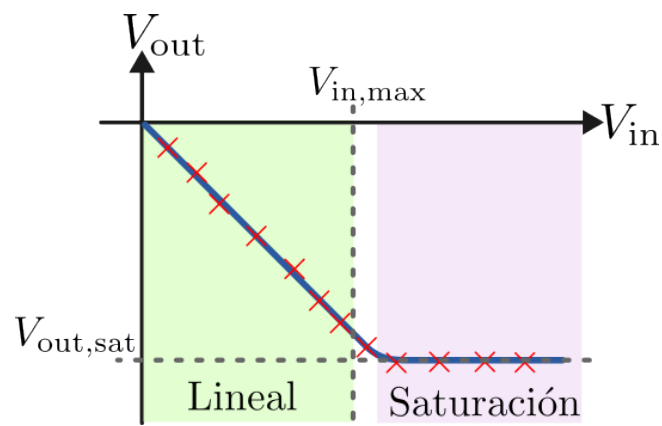

Figura 2.6
• **[P2.C3]** Identificar la región en las que el sistema opera en régimen lineal y la región donde satura, (esto se aprecia haciendo una previsualización de los resultados, incluso directamente de la tabla de resultados). Indicar los valores voltaje de entrada máximo ($V_{in,max}$) a partir del cual se pierde la linealidad, y el voltaje de salida de saturación ($V_{out,sat}$), ver ejemplo en la figura 2.6 del apéndice.